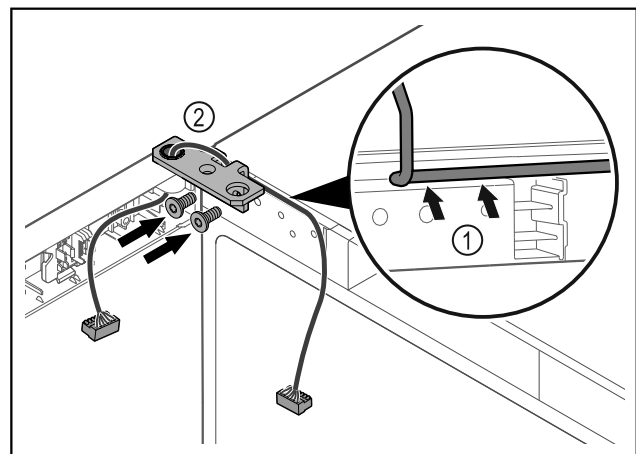

Fig. 43
- ▶ Kabel durch die Ausparung des Scharnierwinkels führen und vorsichtig verlegen Fig. 43 (1).
- ▶ Scharnierwinkel Fig. 43 (2) anschrauben.